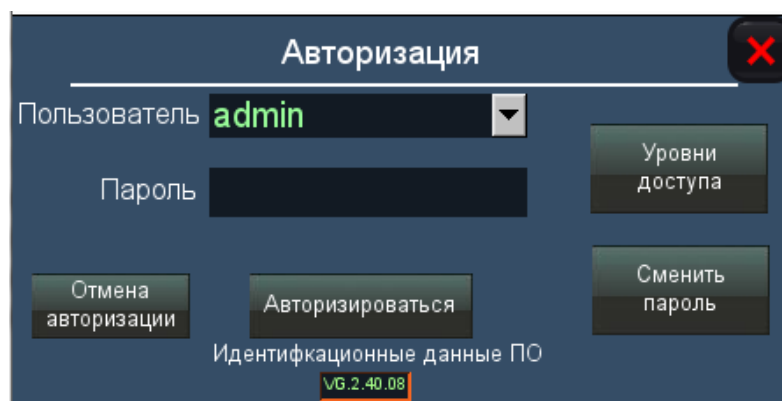
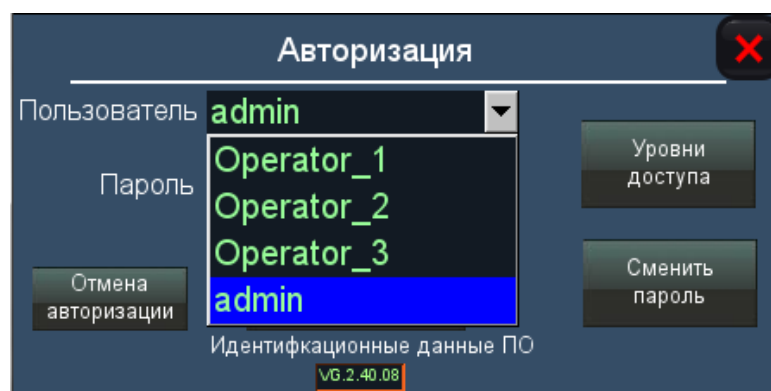
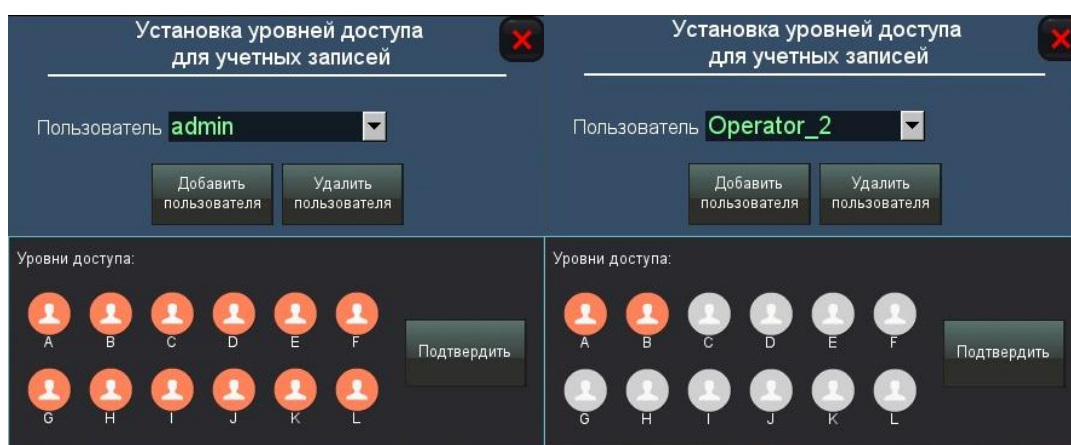

Рисунок 62 – Окно авторизации
Рисунок 63 – Выбор пользователя
Рисунок 69 – Уровни доступа учётных записей (пример)
2.3.3.1 После нажатия кнопки «Авторизация» в главном меню, появится окно «Авторизация» (рисунок 62). Из раскрывающегося списка «Пользователь» (рисунок 63) нужно выбрать имя пользователя, а в поле «Пароль» ввести пароль от выбранной учётной записи, при однократном нажатии в поле ввода пароля (рисунок 64) появится клавиатура ввода (рисунок 65). После ввода пароля необходимо нажать на клавиатуре клавишу «Enter», при этом окно клавиатуры исчезнет с экрана, затем в окне авторизации нажав на кнопку «Авторизация», система, просканировав введённые данные, выдаст соответствующее сообщение (например, «Выполнено») (рисунок 66).
«Авторизация» и в окне авторизации (рисунок 62) нажать на кнопку «Отмена авторизации», при этом любая авторизация будет отменена и на окне «Авторизации» появится сообщение «Выполнено» (рисунок 66).
2.3.3.4 Для присвоения уровня доступа учётной записи, необходимо, в окне основного экрана нажать на кнопку «Авторизация» и появится окно (рисунок 62) (при этом заранее авторизоваться согласно 2.3.3.1, под учётной записью «admin»). В появившемся окне нажать кнопку «Уровни доступа» и появится окно «Установка уровней доступа для учётных записей» (рисунок 64), в котором из раскрывающегося списка можно выбрать существующую учётную запись и в нижней части окна отображается область «Уровни доступа», в которой видно уже заданные уровни доступа выбранной учётной записи, для изменения уровня достаточно нажать на требуемую иконку (от А до L) и тем самым разрешить или отключить требуемый уровень доступа. Когда уровень активен, он окрашивается в оранжевый цвет, когда неактивен, то в серый цвет (рисунок 69). После ввода требуемых параметров необходимо нажать кнопку подтвердить.